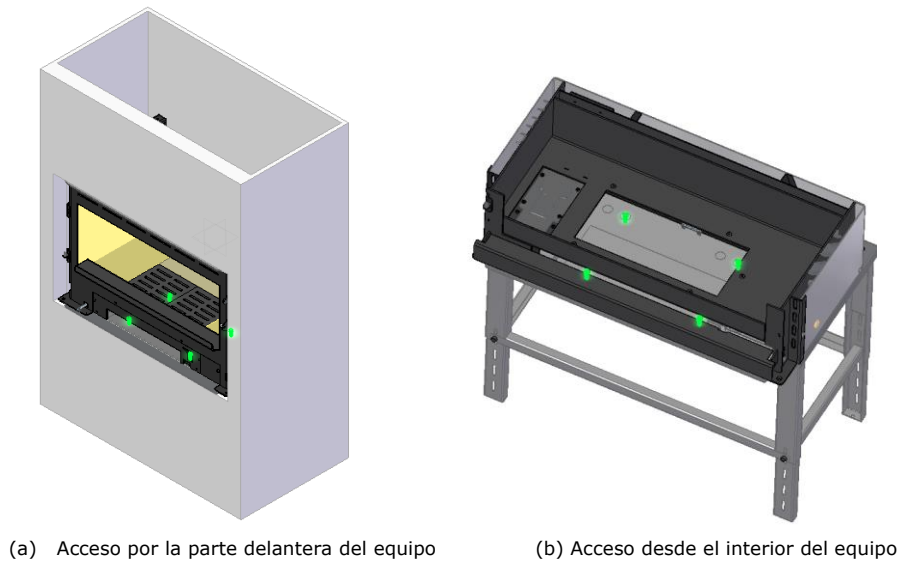

**Figura 13 – Distancia del equipo a la cara de la placa de yeso o de la mampostería**
11. Una vez colocado el mueble en su sitio, debe tener una distancia de 40 mm desde la cara del cartón yeso o de la mampostería hasta la cara frontal del mueble, para que al instalar el marco quede bien instalado, véase la Figura 13.